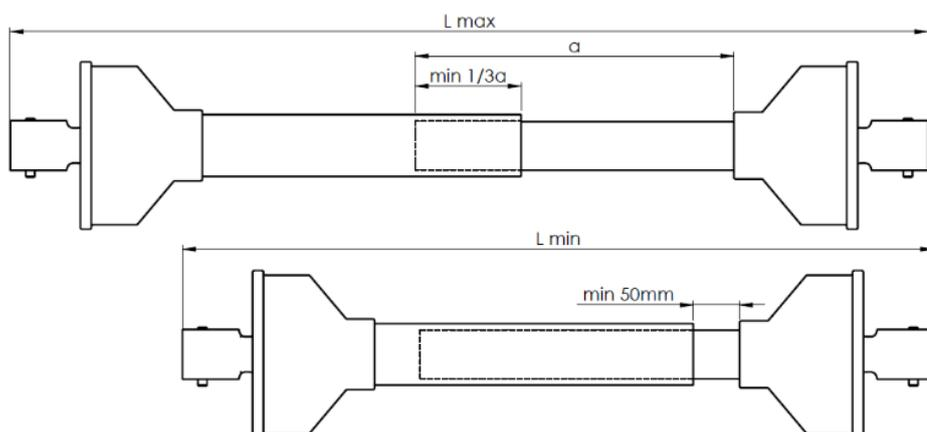

Figure 18. Réglage de la longueur de l'arbre à cardan télescopique lors du raccordement de l'épandeur au tracteur
- s'assurer que, lorsqu'il est branché, l'arbre à cardan télescopique supportant l'entraînement du tracteur est d'une longueur appropriée dans toutes les positions possibles du tracteur par rapport à la machine (figure 18) ;